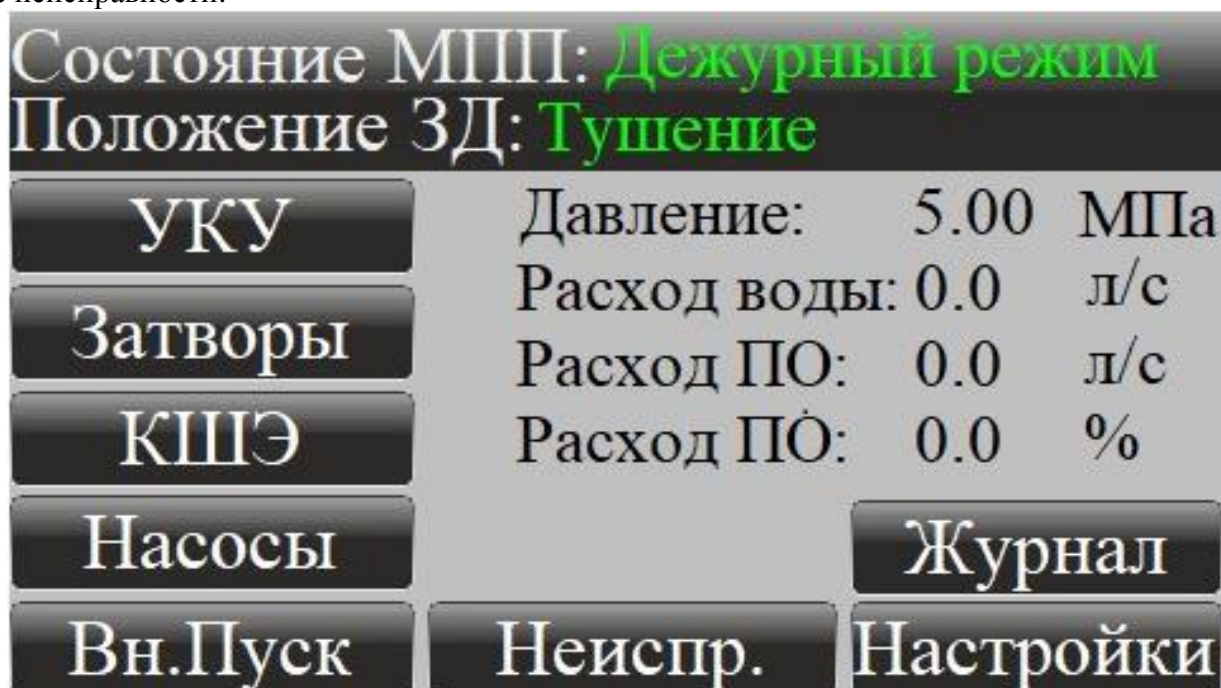

Рисунок 1 – Главный экран
5.1 Главный экран панели оператора (рисунок 1) отображает состояние МПП, положение затворов, давление воды, расход воды и ПО, меню для перехода на экран настроек, состояния датчиков и возможные неисправности.